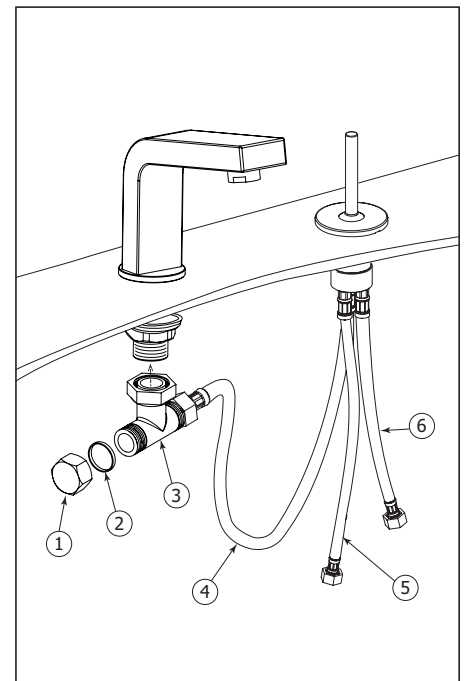

Fig.3
Connect the mixed water hose (4) to the side of the shank water inlet (3) as shown (Fig.3).
Raccorder le boyau d'eau mélangée (4) au raccord du robinet (3) tel qu'illustré (Fig.3). Note: le boyau d'eau mélangée n'a pas d'étiquette d'identification.